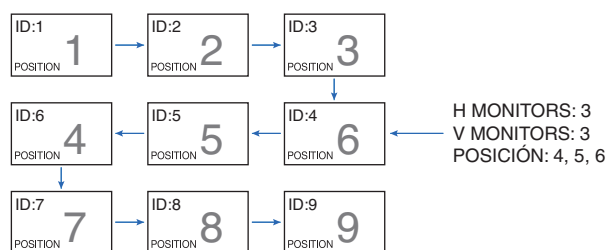

Figura 1
- La POSICIÓN DE LOS MONITORES es diferente del ID. Consulte la figura 1.
El mando a distancia opcional puede utilizarse para controlar hasta 100 monitores individuales MultiSync con el llamado modo ID REMOTO. El modo ID REMOTO funciona en combinación con el ID de monitor, lo que permite controlar hasta 100 monitores MultiSync individuales. Por ejemplo: si hay muchos monitores que se utilizan en la misma zona, un mando a distancia en modo normal enviaría señales a todos los monitores a la vez (ver **Figura 1**). Con el mando en el modo ID REMOTO sólo utilizará un monitor específico del grupo (véase la **Figura 2**).